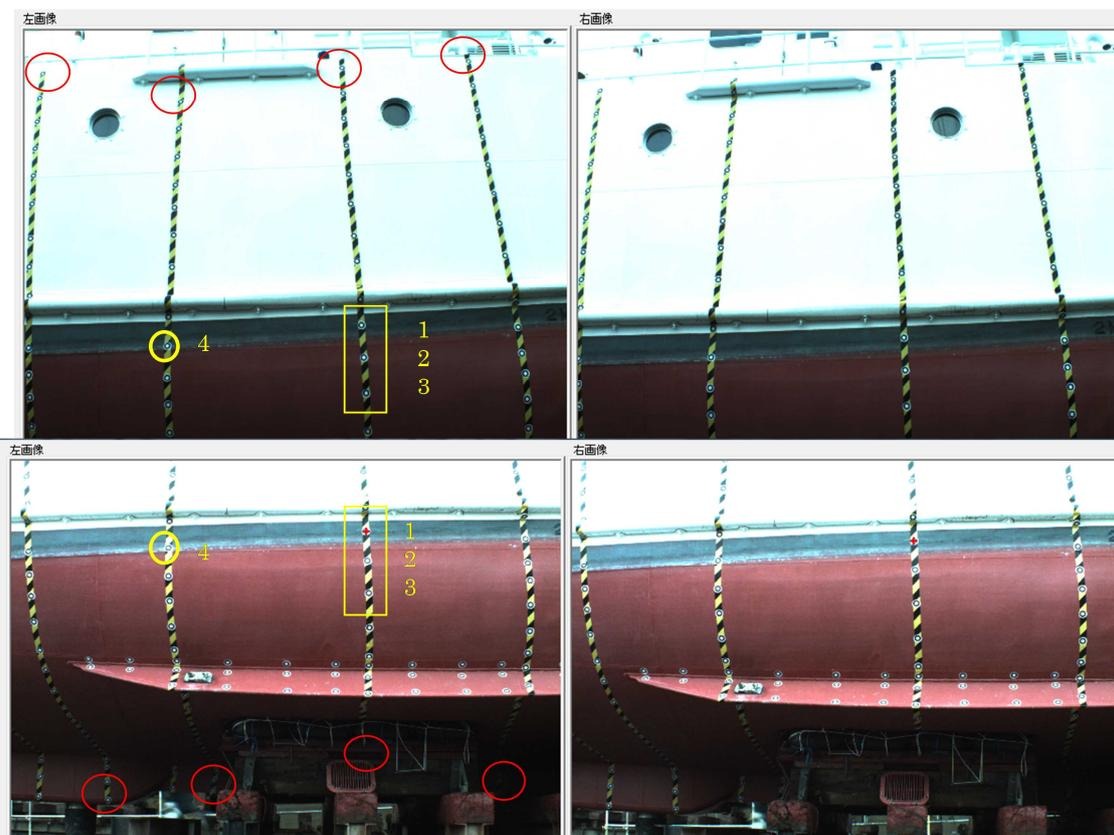

Fig.2
- 上下に分割して撮影された画像に, 高さ方向に並んだ 3 点. (Fig.2 の黄色枠)とその三点と横方向に並んだ 1 点(Fig.2 の黄色○枠)
- テープ上の最も高い点と低い点(Fig.2 の赤色○枠)
AVSPosition3DMK で出力された CSV ファイルを開き、Fig.2 中の 1~4 の点のデータがファイルの先頭に来るように入れ替える。プログラムを実行し、まず写真下側のファイル、次に写真上側のファイルの順に読み込む。結果に、上下のデータがつながったファイルが出力される。